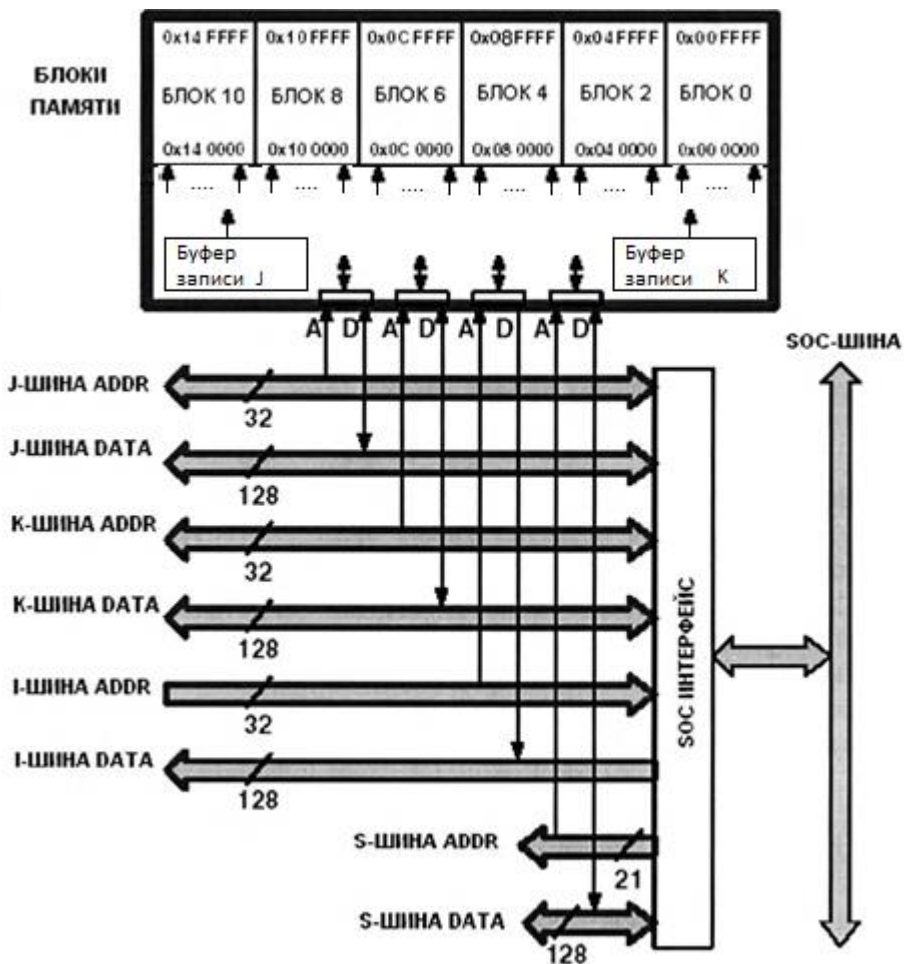

Рисунок 4 – Підключення внутрішньої пам'яті к ядру процесора
- внутренняя память (Рисунок 4), где хранятся данные;